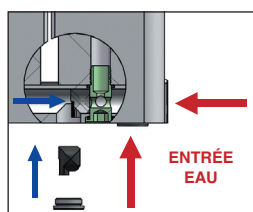

FIGURE 3
- (fig. 3) position de l'obturateur avec entrée eau à droite du radiateur avec des tuyaux par le sol